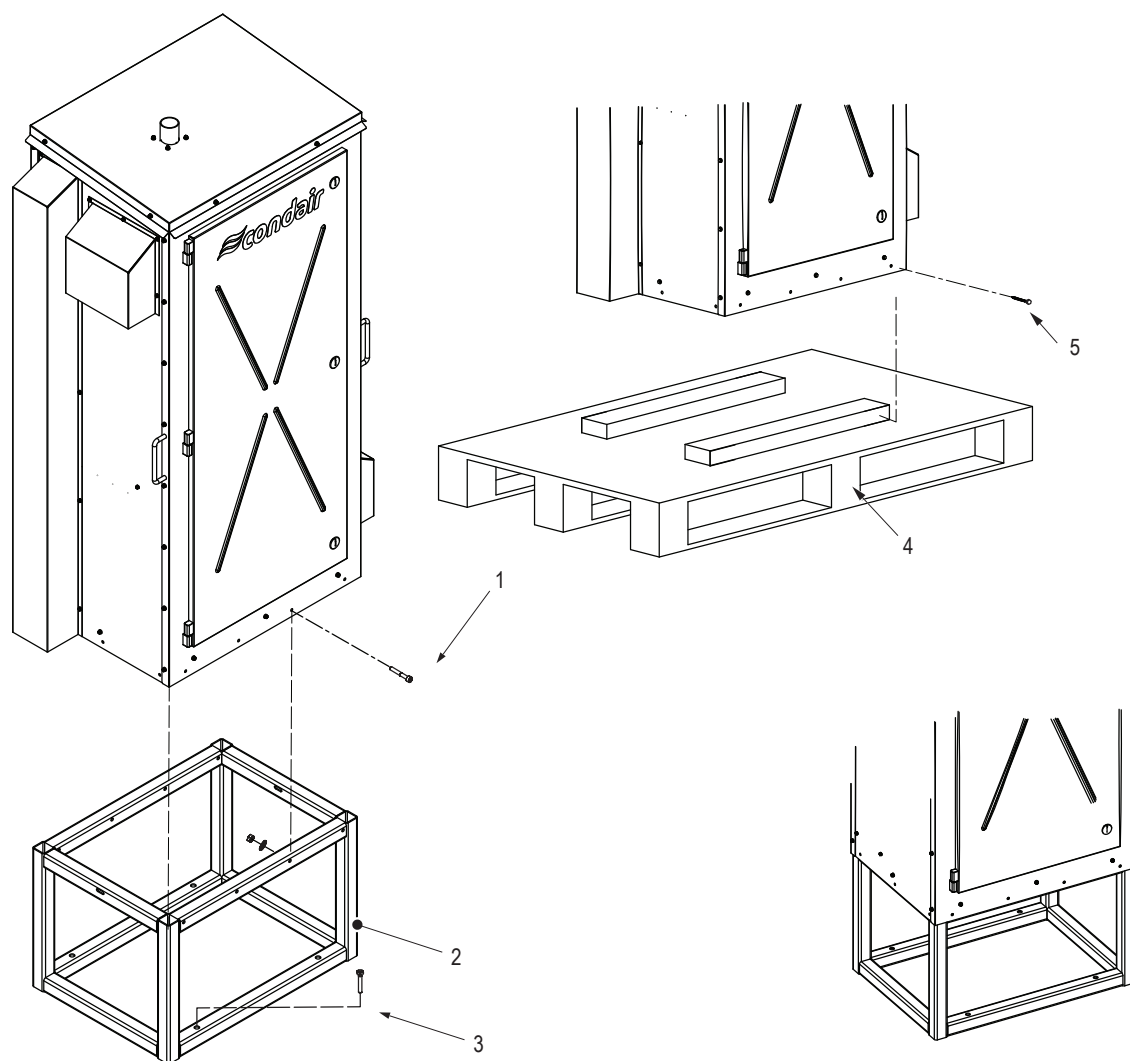

Bild 11: Installation auf einem Montagegestell
3. Installieren Sie das Montagegestell und befestigen Sie es mit geeigneten Ankerbolzen (nicht im Lieferumfang enthalten) sicher am Boden bzw. auf dem Dach. Siehe Bild 11 auf Seite 31.